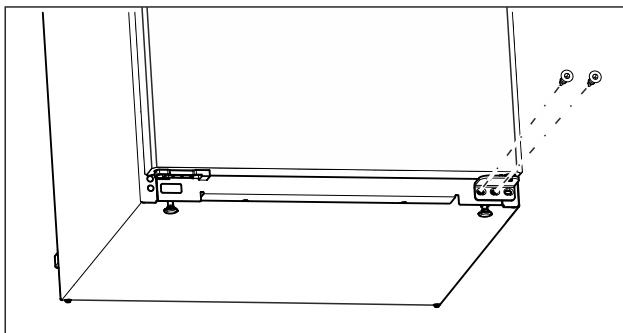

Fig. 11
- Na dolnej ložiskovej konzole vyskrutkujte strednú skrutku skrutkovačom Torx 20. (pozri Fig. 11)
- Na dolnej ložiskovej konzole vyskrutkujte vnútornú skrutku skrutkovačom Torx 20. (pozri Fig. 11)